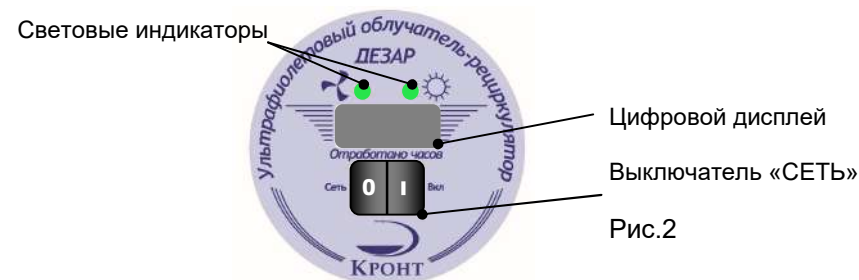

Рис.2
6.10. Световые индикаторы, расположенные на панели управления, контролируют поступление напряжения питания на лампы и вентиляторы. При отсутствии напряжения индикаторы гаснут (рис. 2).